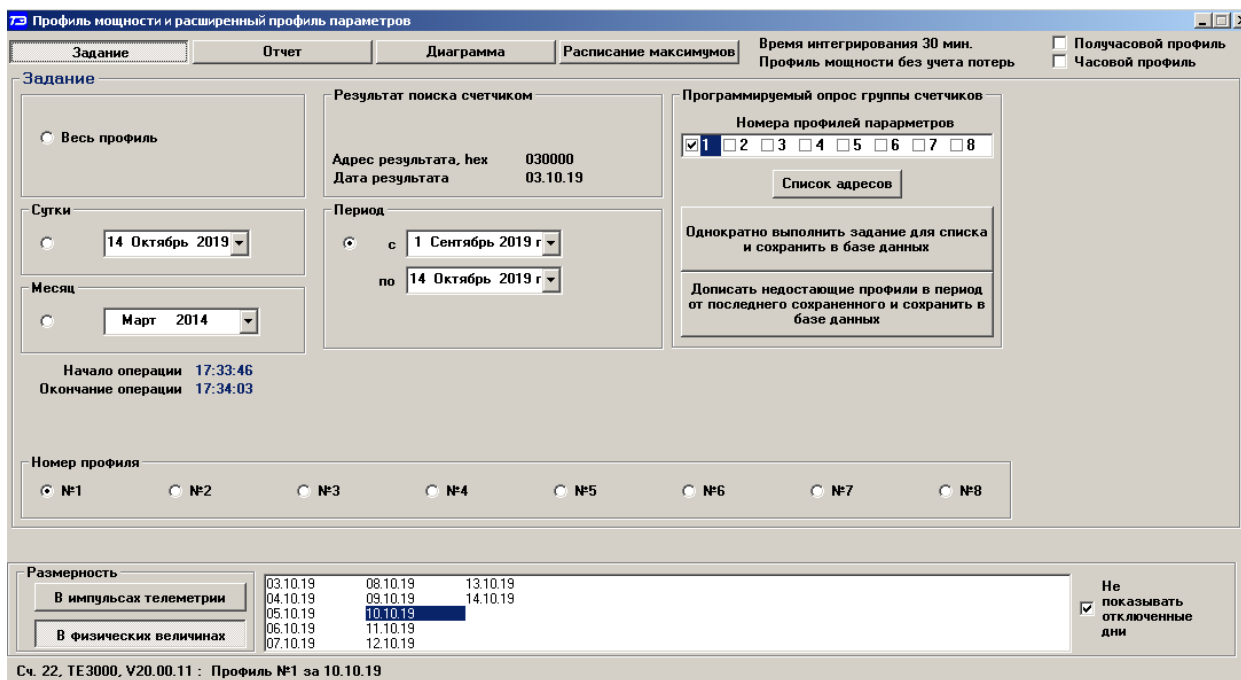

Рисунок 22 – Форма «Профиль мощности и расширенный профиль параметров», вкладка «Задание»
14.18 Удобно производить чтение профиля мощности с группы счетчиков объекта с автоматической записью в базу по кнопке «Дописать недостающие профили в период от последнего сохраненного и сохранить в базе данных», расположенной на вкладке «Задание» формы «Профиль мощности» (рисунок 22). При этом должен быть подготовлен список адресов счетчиков посредством формы «Адреса для групповых операций». Этот список может быть сохранен на диске в виде файла с возможностью последующего использования.